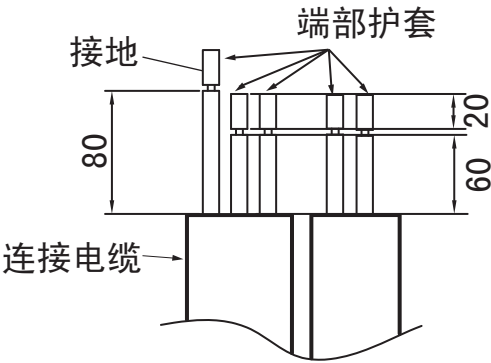

图15-2
- 将连接电缆线端部护套剥离。（如图15-2）
连接电缆线的剥线方式参见图15-2、15-3。